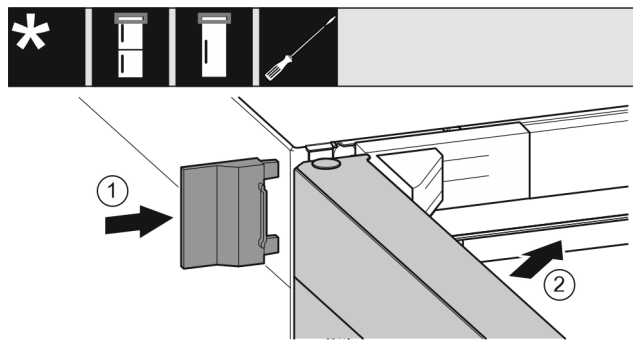

Fig. 23
- ▶ Sæt den udvendige afdækning på. Fig. 23 (1)
- ▶ Luk den øverste dør. Fig. 23 (2)